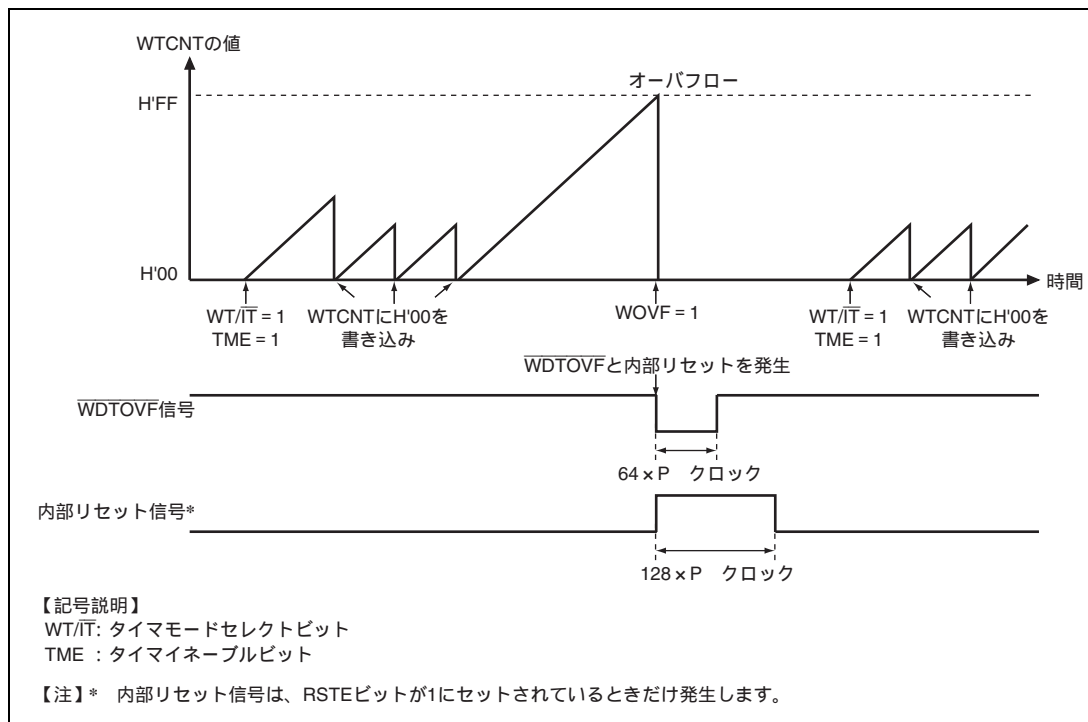

図 13.4 ウォッチドッグタイマモード時の動作
4. カウンタがオーバーフローすると、本モジュールはWRCSRのWOVFを1にセットして、 $\overline{\text{WDTOVF}}$ 信号が外部に出力されます。これを図13.4に示します。この $\overline{\text{WDTOVF}}$ 信号を用いて、システムをリセットすることができます。 $\overline{\text{WDTOVF}}$ 信号は、 $64 \times P$ クロックの間出力されます。